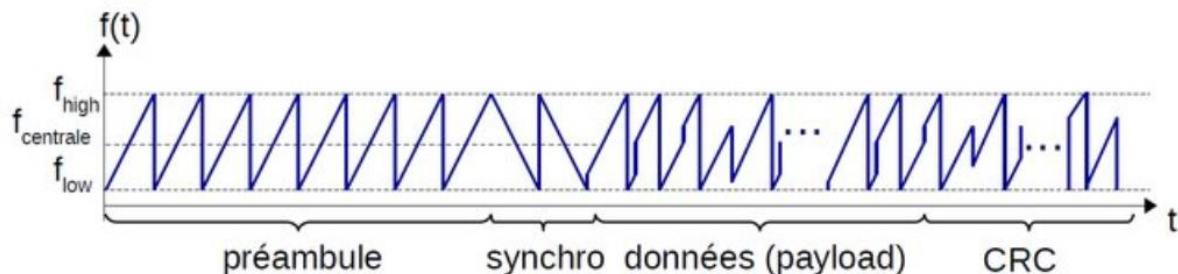

Figure 1: trame LoRa
- La bande passante est la largeur de la bande de fréquence autour de votre fréquence porteuse qu'utilisera votre communication LoRa pour vos transmissions de donnée ($f_{high} - f_{low}$ sur la figure 1)
- Le spreading factor (SF) est la technique de modulation propre à LoRa. Elle indique combien de bits d'information contiendra chaque symbole de votre modulation LoRa